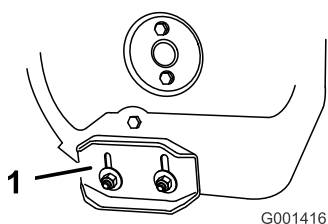

Figure 45
3. Desserrez les écrous de fixation des deux patins aux côtés de la vis sans fin jusqu'à ce que les patins puissent coulisser aisément vers le haut et vers le bas (Figure 45).